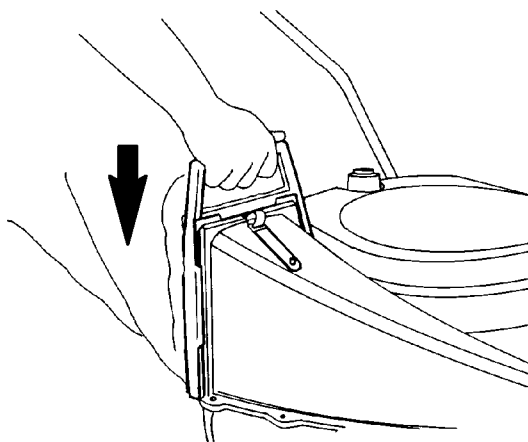

Figure 48
3. Glisser la poignée du sac sur la bride de la goulotte. Pousser la poignée jusqu'à ce qu'elle "s'emboîte" avec les languettes de verrouillage (Fig. 48).